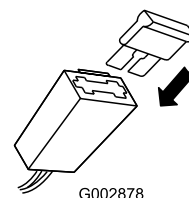

Figura 47
2. Instale el fusible en el portafusibles (Figura 47).